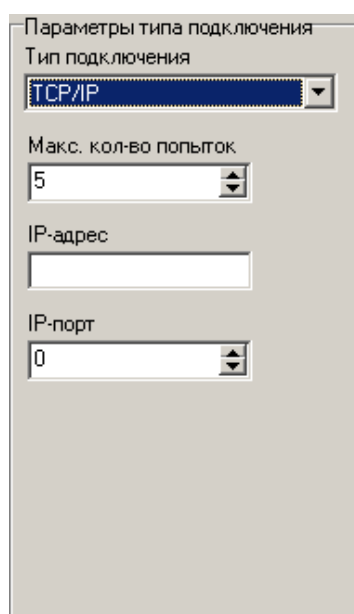

Рисунок 4.13 – Тип подключения "TCP/IP"
4.4.6 Организация связи по интерфейсу Ethernet. Для организации подключения по интерфейсу Ethernet необходимо в качестве типа подключения выбрать "TCP/IP" (рисунок 4.13). Данный тип подключения имеет следующий набор параметров: